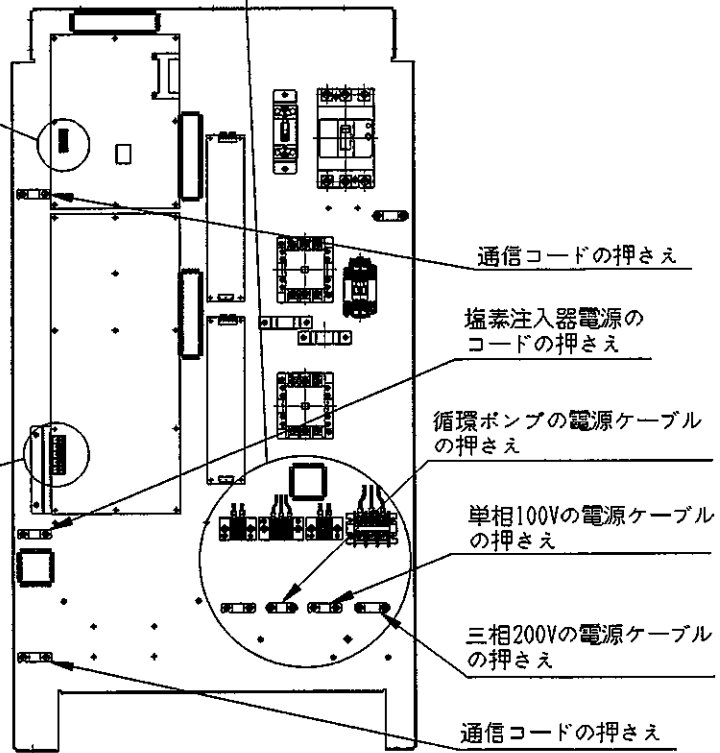

図5-5 ケーブルの押さえ位置
- ⑥ 本機の電源ケーブル(100V/200V)、循環ポンプ電源ケーブル、通信コード、塩素注入器ユニット電源コードを、図のようにコード押さえで固定する。(図5-5参照)